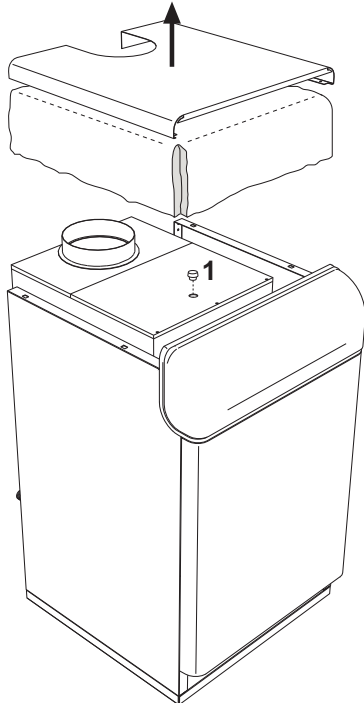

fig. 6 - Analisi combustione
All'interno della caldaia nella parte superiore dell'antirefouleur è stato inserito un punto di prelievo fumi (vedere fig. 6).
3. Aprire il punto di prelievo fumi 1 di fig. 6;